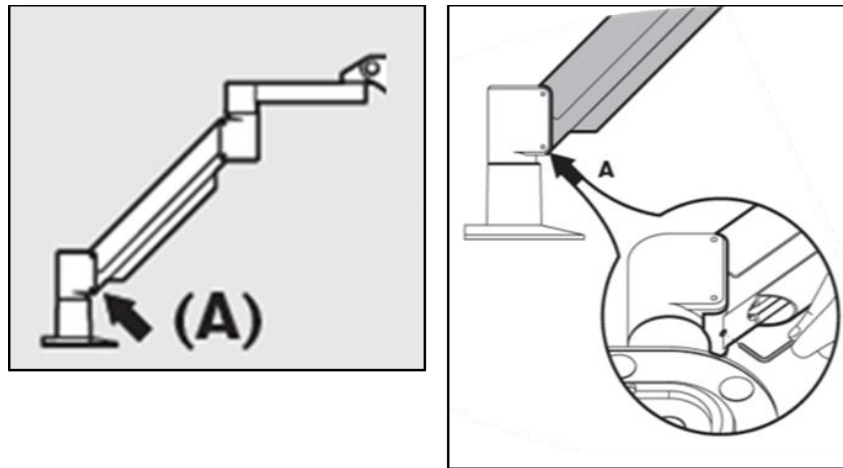

Abbildung 4-5. Schraube A des Gegengewichts lösen
- Falls der Arm **nach unten** sinkt, heben Sie den Arm bis zum oberen Anschlag an und lösen Sie **Schraube A** des Gegengewichts mit mindestens einer halben Umdrehung der Schraube. Verwenden Sie einen 3/32-Inbusschlüssel. Siehe Abbildung 4-5.
- Heben Sie den Arm in die höchste Position und ziehen Sie **Schraube A des Gegengewichts** bis zum Anschlag an. Ziehen Sie die Schraube dann mit einer maximal Halb- bis Dreiviertel-Umdrehung fest. Siehe Abbildung 4-5.